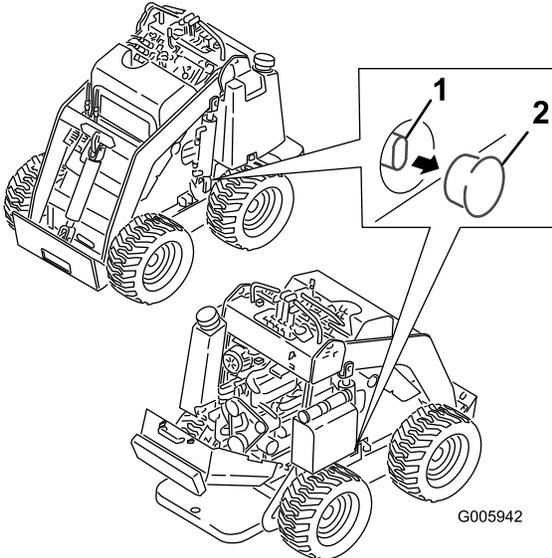

Figura 19
- Retire el tapón que cubre cada válvula de remolcado, situada debajo de cada depósito de combustible (Figura 19).